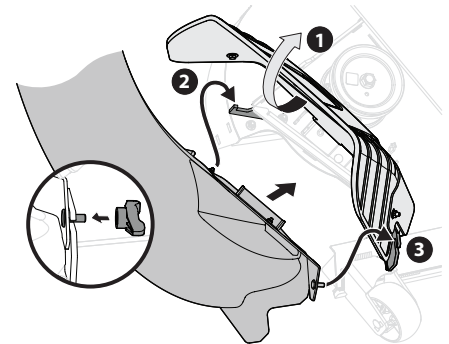

Figura 20
2. Con los canales de descarga exterior e interior del tractor elevados y abiertos (1), instale el conjunto del maletero (819-011280) ubicando el orificio del soporte del conjunto del maletero en la lengüeta que está en la parte superior derecha trasera de la plataforma (2), como se indica en la Figura 20.
3. Gire el conjunto del maletero hacia adelante, deslizando debajo de los canales de descarga elevados en el Paso 2, hasta que el pasador del soporte del conjunto del maletero quede alineado con las ranuras de la plataforma. Consulte el punto (3) de la Figura 20.
4. Sujete el conjunto del maletero a la plataforma de corte usando la perilla de aletas (720-04122) del paquete de herrajes 689-02619. Consulte el recuadro de la Figura 20.